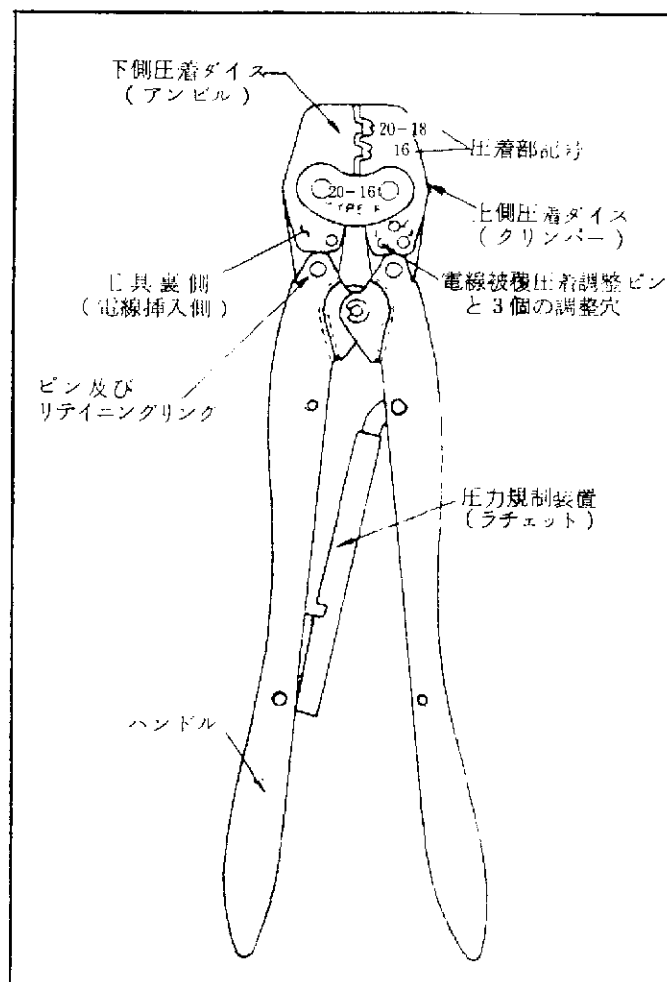

図 1
- (a) この工具 (図1 参照) は表1 に示す各種端子を熱線に圧着するのに使用されます。
- (c) 工具には図1 に示す様に圧着部が2箇所あり、20-18、16の記号で指示されておりますが、これは使用端子に対する圧着箇所を示しております (表1 参照)。圧着箇所が違う場合は工具が損傷したり、圧着性能が低下しますので御注意下さい。